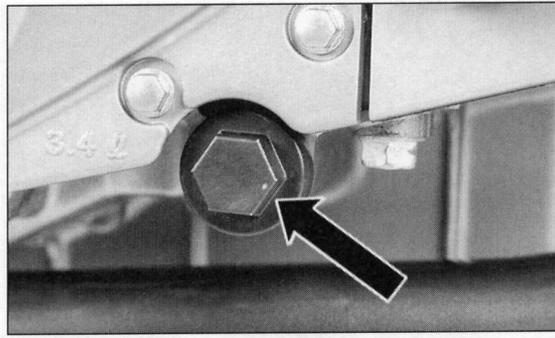

Bild 55
- Ölkanal-Verschlusschraube (Bild 55) ausdrehen.